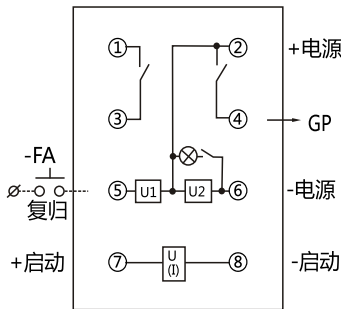

图3 JX-31接线图（正视图）
| 附图 3 | CJ-1 嵌入式后接线 A11K | | | |
- 3.1继电器背面接线图（见图3）。